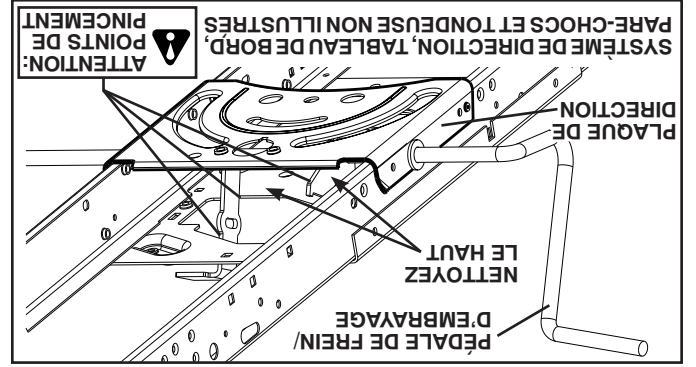

Fig. 31
**ATTENTION : Évitez les points de pincement et les pièces mobiles. (Voir la Fig. 31)**